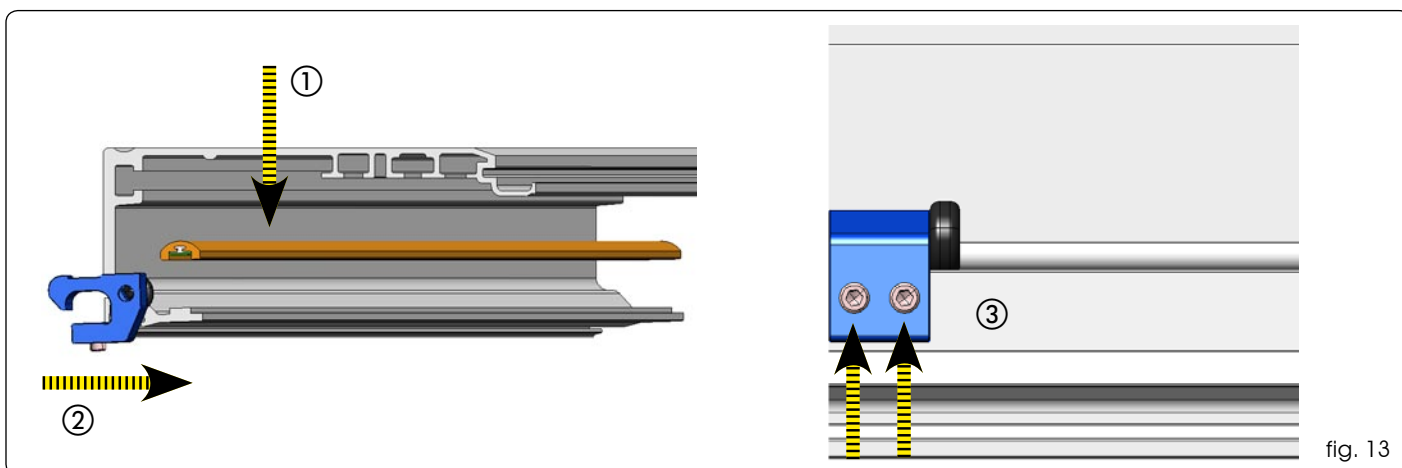

fig. 13
Inserire la guida di scorrimento sul profilo fig 13-① e inserire lateralmente l'arresto meccanico fig 13-② .
In seguito fissarlo con le 2 viti a brugola fig.13 e fig.14 ③ .